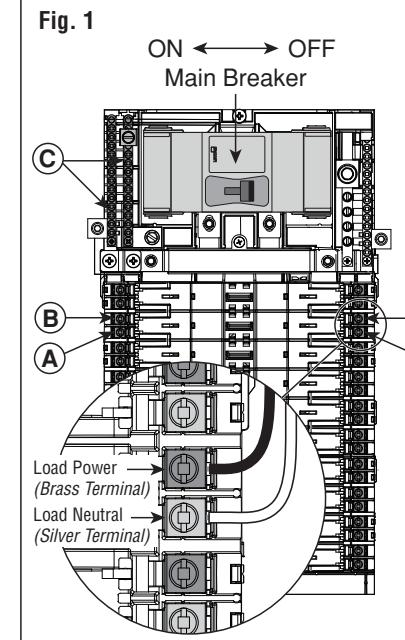

Fig. 1
- Turn OFF all power to the panelboard by moving the handle of the main breaker to OFF position (see fig. 1).
- Strip and connect the load power and load neutral conductors to appropriate terminal lugs (see fig. 1 and the Terminations table).
1. Couper complètement le courant qui alimente le panneau de branchement en mettant la manette du disjoncteur principal à OFF (fig. 1).
3. Dénuder les conducteurs de charge (*neutre et alimentation*) et les raccorder aux bornes appropriées (*voir la figure 1 et le tableau RACCORDEMENTS*).
1. DESCONECTE la energía del tablero de alimentación moviendo la manija del interruptor de circuito principal a la posición de APAGADO (ver fig. 1).